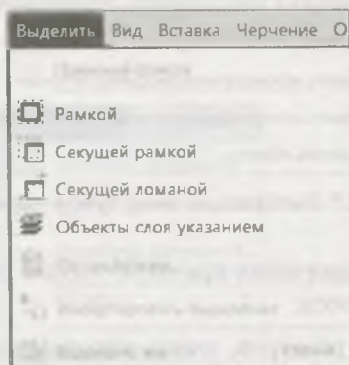

Рис. 3.4. Выпадающее меню пункта Выделить
- ◆ **Выделить** — содержит команды выделения объектов (рис. 3.4);